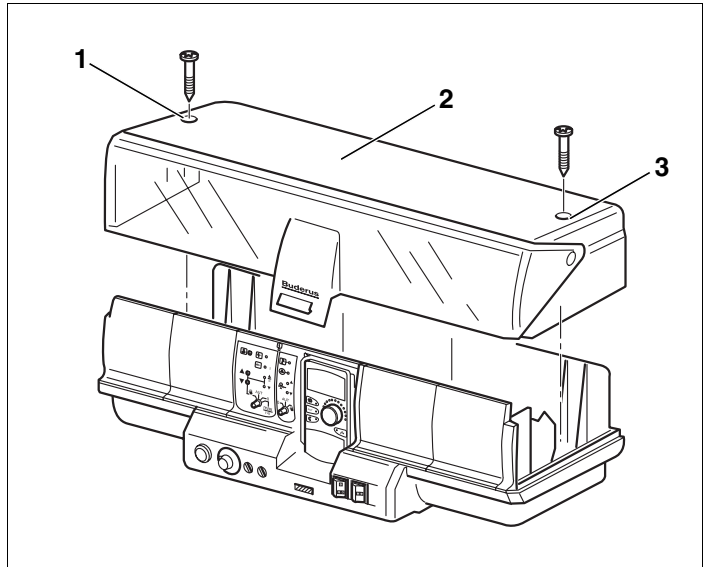

Fig. 19 Rimozione delle coperture
- Svitare le due viti sulla parte superiore dell'apparecchio (fig. 19, **pos. 1 e 3**).
- Sollevare la copertura della morsettiera (fig. 19, **pos. 2**).